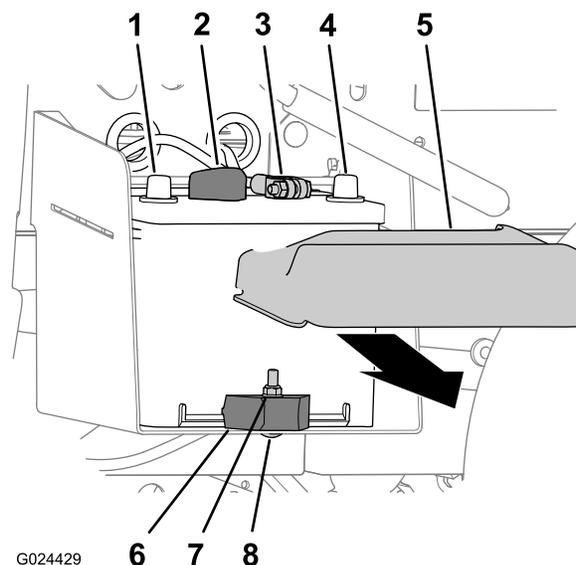

Figura 48
1. Schiacciate i lati del coperchio della batteria e rimuovete il coperchio dalla parte superiore della batteria stessa (Figura 48).
2. Scollegate il cavo negativo (nero) della batteria dal relativo morsetto (Figura 48).
3. Scollegate il cavo positivo (rosso) dal morsetto della batteria (Figura 48).
2. Eliminate dado di bloccaggio, bullone a testa tonda e morsetto della batteria che fissano la batteria al relativo vassoio (Figura 48).
3. Togliete la batteria dal relativo vassoio (Figura 48).
1. Montate la batteria sul relativo vassoio della macchina (Figura 48).
Nota: Accertate che i poli positivi e negativi della batteria siano allineati come mostrato in Figura 48.
2. Fissate la batteria al relativo vassoio con morsetto, bullone a testa tonda e dado di bloccaggio (Figura 48).
1. Collegate il cavo positivo (rosso) della batteria al relativo morsetto (Figura 48).
2. Collegate il cavo negativo (nero) della batteria al relativo morsetto (Figura 48).
3. Montate il coperchio della batteria sulla parte superiore della batteria stessa (Figura 48).